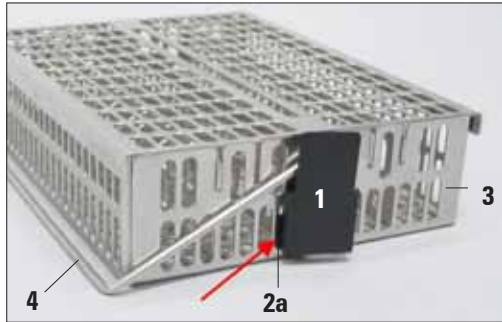

Fig. 9
- Insira a alça esquerda (2a) do clipe anti-reflexivo (1) no 7º furo (da esquerda para direita) das aberturas ovais inferiores (Fig. 9).